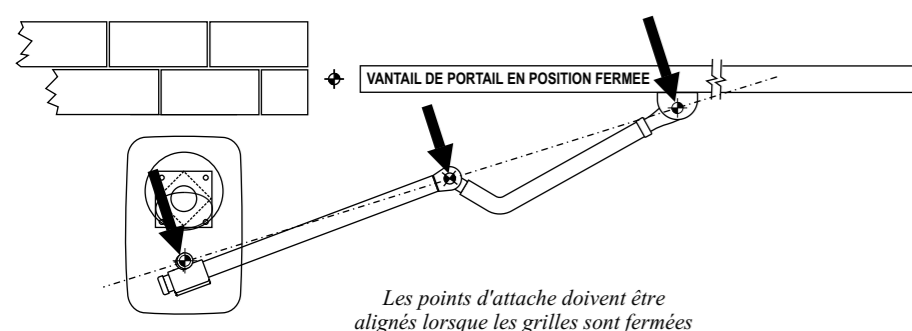

Figure 8 Aligned les grilles
- Fermez doucement le portail. Lorsque le portail est complètement fermée, les points d'attache du bras de raccordement et du bras d'entraînement doivent être alignés (Voir Fig 8)